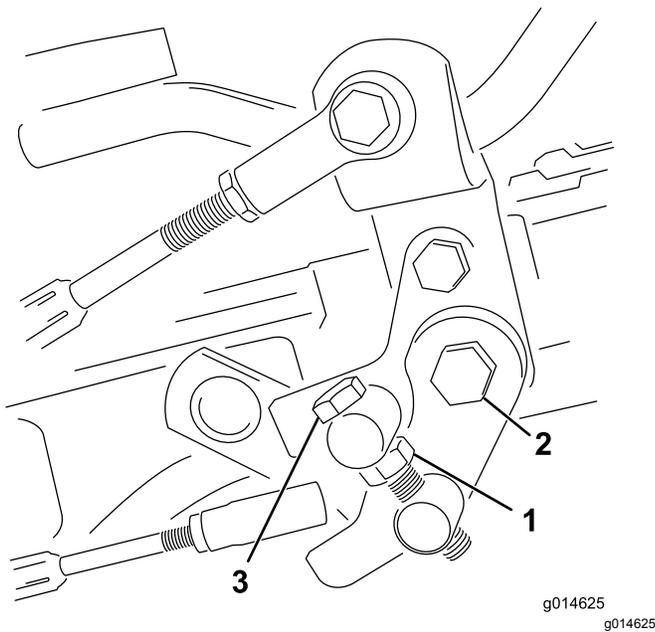

図 33
1. トラニオンボルトのジャムナットをゆるめる 図 33。
4. トラニオンボルトのジャムナット、およびペダルピボットのナットを締め付けて調整を固定する 図 33。調整を確認し、必要に応じて再調整する。